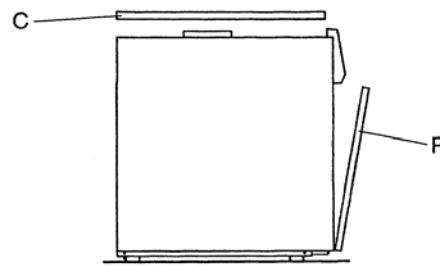

Рис. 2.8
- снимите переднюю (Р) и верхнюю (С) облицовочные панели котла (рис. 2.8);